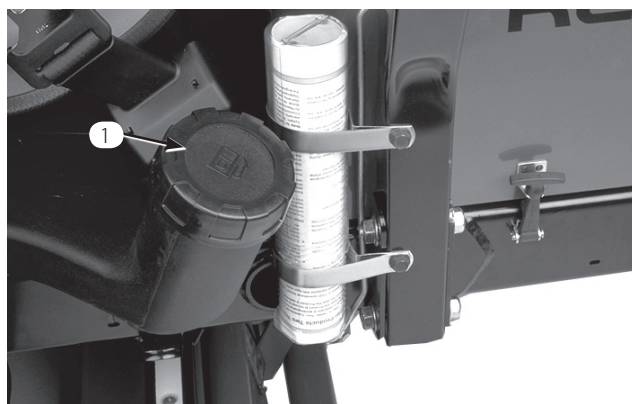

図 27
1. 燃料タンクの補給口付近をウェスできれいにぬぐう（図27）。